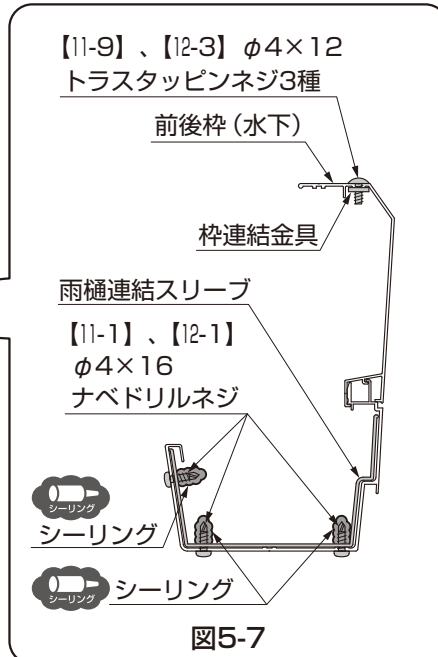

図5-7
- ②前後枠（水下）を枠連結金具、雨樋連結スリーブと【11-1】、【11-9】、【12-1】、【12-3】でネジ止めしてください。
- ③雨樋連結スリーブを挿入した前後枠の端部にシーリング材を添付してください。
- ④もう一方の前後枠を連結し、【11-1】、【11-9】、【12-1】、【12-3】でネジ止めしてください。
- ⑤内側に出ているネジの先端と周りにシーリングをしてください。（図5-7参照）
- ⑥連結部からはみ出たシーリング材を拭きとってください。